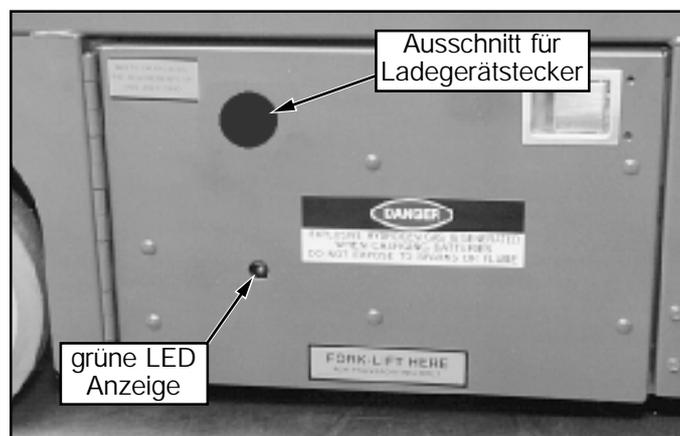

Bild 6: Fahrwerkmodul, rechte Seite
- Verbinden Sie das Verlängerungskabel (1,5 mm² Mindestkabelquerschnitt und maximal 15 m lang) mit dem Ladegerätstecker durch den Ausschnitt an der linken Seite des Fahrwerks (Bild 6). Verbinden Sie das Verlängerungskabel mit einer ordnungsgemäß geerdeten Buchse mit der richtigen Spannung und Frequenz.